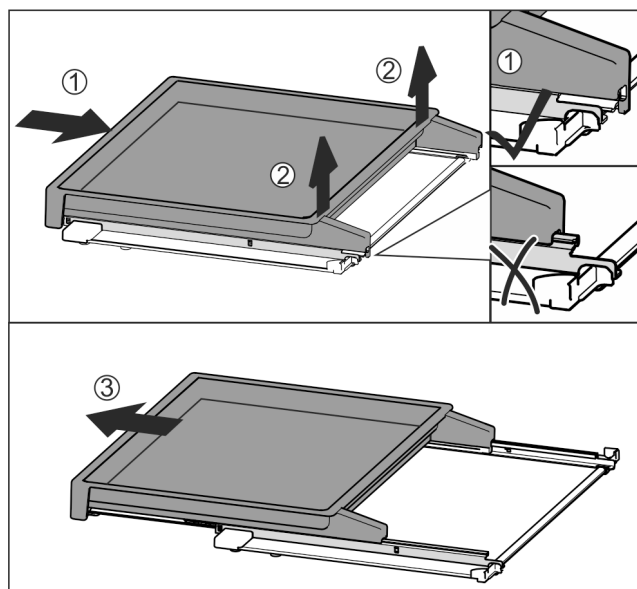

Fig. 179
- Insérer complètement la bordure télescopique Fig. 179 (1).
- La désenclencher à l'arrière Fig. 179 (2).
- Sortir la bordure télescopique par l'avant Fig. 179 (3).